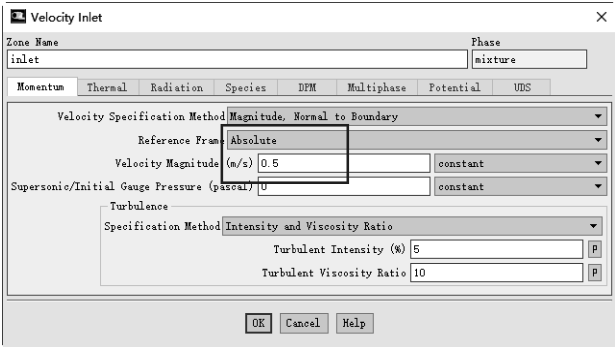

图 11-15 设置入口边界速度
(1) 单击 Ribbon 功能区【Setting Up Physics】→【Zones】→【Boundaries...】→【inlet】→【Phase】= Mixture，【Type】→【velocity-inlet】→【Edit...】，从弹出的对话框中设置【Velocity Magnitude (m/s)】=0.5，其他默认，单击【OK】关闭窗口，如图 11-15 所示。